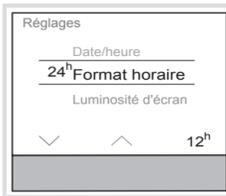

Figure 11 : Réglage format horaire
Le format horaire bascule de 24h à 12h. Dans la ligne de fonction (8), 24h s'affiche pour pouvoir rebasculer au format 24h (figure 11).